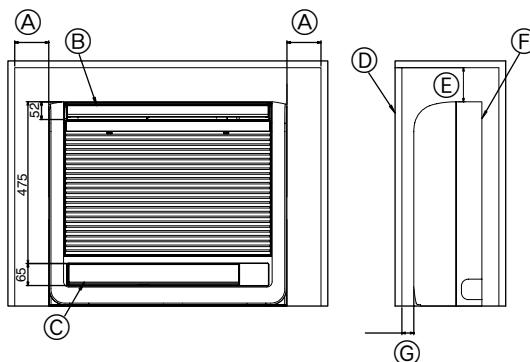

Fig. 6-1
6.1. Εντοιχισμός της εσωτερικής μονάδας (Fig. 6-1)
- (A) 100 mm ή περισσότερο
- (B) Άνω έξοδος αέρα
- (C) Κάτω έξοδος αέρα
- (D) Σχάρα
- (E) 100 mm ή περισσότερο